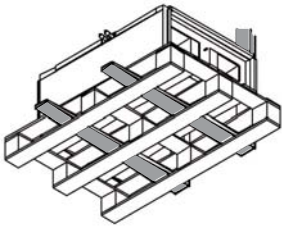

Abb. 4:
- Bei dem Transport mit einem Gabelstapler ist darauf zu achten, dass das Gerät mit dem Grundprofil bzw. Grundrahmen auf den Gabeln des Staplers bzw. auf einer Palette vollständig aufliegt und der Geräteschwerpunkt zwischen den Gabeln liegt. (s. Abb. 4)